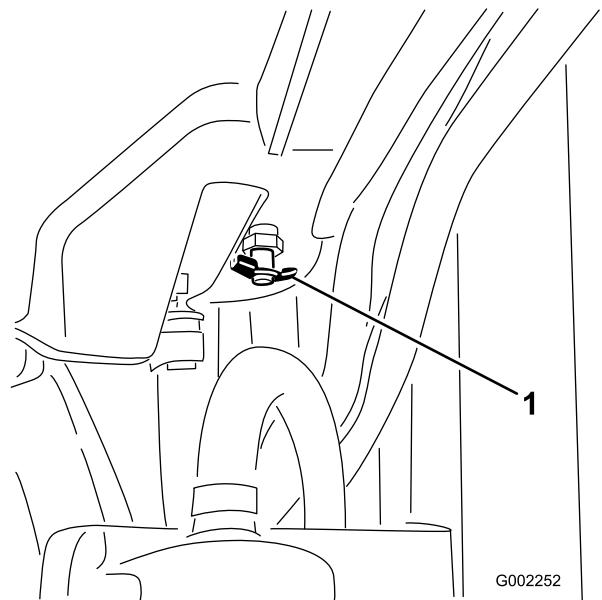

Bild 87
- Öffnen Sie das Ablassventil und lassen Sie das Kühlmittel in die Wanne ablaufen (Bild 87).
- Schließen Sie das Ablassventil (Bild 87).